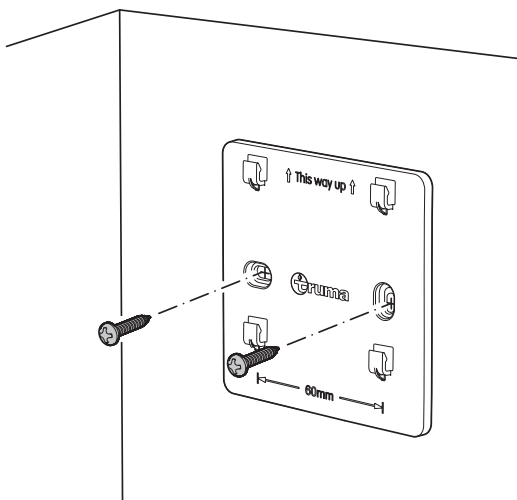

Fig. 17
- ▶ For at fastgøre monteringspladen skal du skrue de to halvrunde træskruer ind i væggen med en stjerneskruetrækker (Fig. 17).